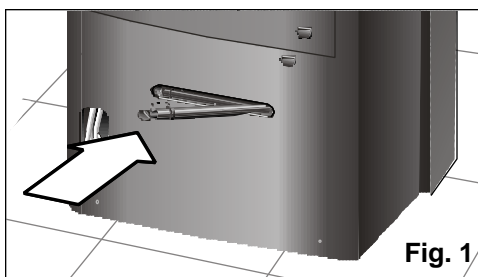

Fig. 1
- Asegúrese de que el tapón del desagüe esté bien metido, ya que puede haberse soltado durante el transporte, **Fig. 1**.
- Comprobar que el tapón, **Fig. 1**, esté situado en el tubo de desagüe para evitar que el agua pueda salir al exterior mojando la superficie de apoyo.